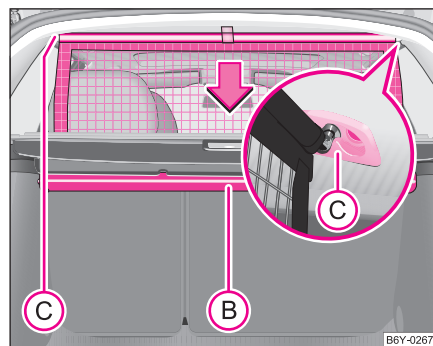

Fig. 62 Strângerea peretelui despărțitor ▶
- Trageți bara în spate din suporturile din plafon, mai întâi pe o parte, apoi pe partea cealaltă, și scoateți-o din suporturi (C) ⇒ pagina 78, fig. 62.
- **Susțineți** bara transversală astfel încât peretele să se poată rula încet și fără să se deterioreze, în carcasă (B).